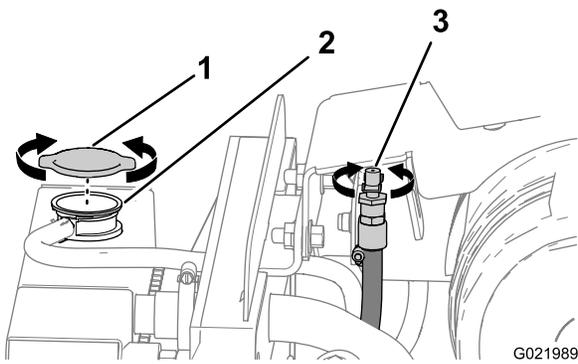
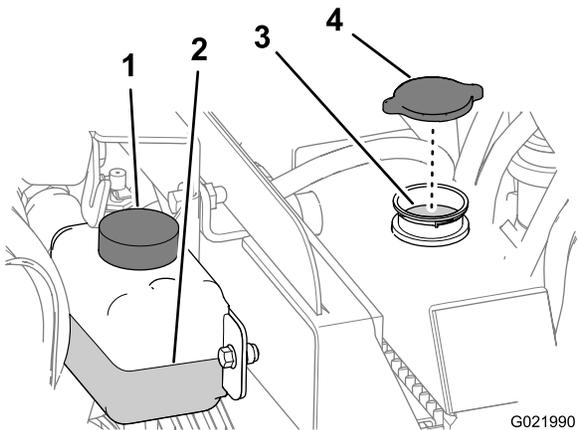

Figura 78
Figura 79
4. Abra la válvula de ventilación del motor (Figura 78).
5. Retire el tapón del radiador del cuello de llenado del radiador y compruebe el nivel de refrigerante (Figura 78 y Figura 79),
6. Si el nivel de refrigerante es bajo, añada refrigerante hasta que el nivel llegue al borde inferior del cuello de llenado (Figura 79).
2. Retire el tapón del radiador (Figura 78 y Figura 79).
- B. Abra la válvula de ventilación (Figura 78).
- A. Abra la válvula de ventilación (Figura 78).
1. Retire el tapón del radiador (Figura 78 y Figura 79).
2. Abra la válvula de ventilación (Figura 78).